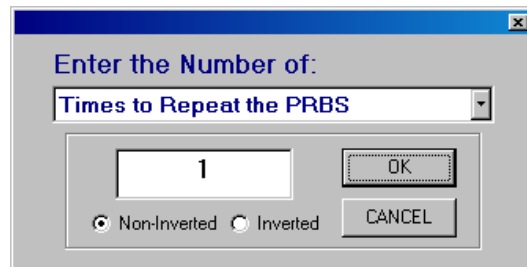

図 9. Creator の実例(ステップ#3)
3. プルダウンメニュー(図 9)をクリックして**[Times to Repeat the PRBS (PRBS の繰り返し数)]**が選択されていることを確認し、テキストボックスに「1」を入力します。**[Non-Inverted (非反転)]**オプションが選択されていることを確認してから**[OK]**ボタンをクリックします。